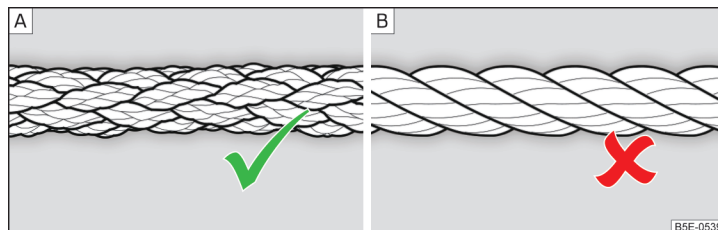

Abb. 250 Geflochtenes Abschleppseil / Gewundenes Abschleppseil
Zum Abschleppen ist ein geflochtenes Abschleppseil zu verwenden » **Abb. 250** - **A**.
- Zum Abschleppen ist kein gewundenes Abschleppseil zu verwenden » Abb. 250 - , die Abschleppöse könnte sich am Fahrzeug herausdrehen - es besteht Unfallgefahr.